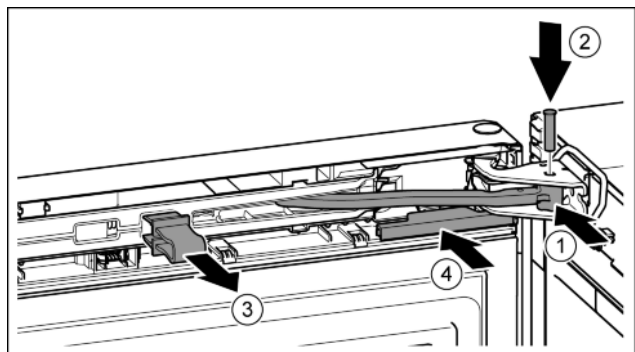

Fig. 25
- ▶ Tourner l'articulation dans le support de palier. Fig. 25 (1)
- ▶ Introduire le boulon dans le support de palier et l'articulation. Veiller à ce que l'ergot d'encliquetage repose correctement dans la rainure. Fig. 25 (2)
- ▶ Enlever l'arrêtoir. Fig. 25 (3)
- ▶ Enfiler le cache. Fig. 25 (4)